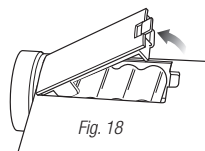

Fig. 18
- 3 Enfoncez l'onglet de verrouillage et retirez le couvercle du compartiment à piles. (fig. 18)